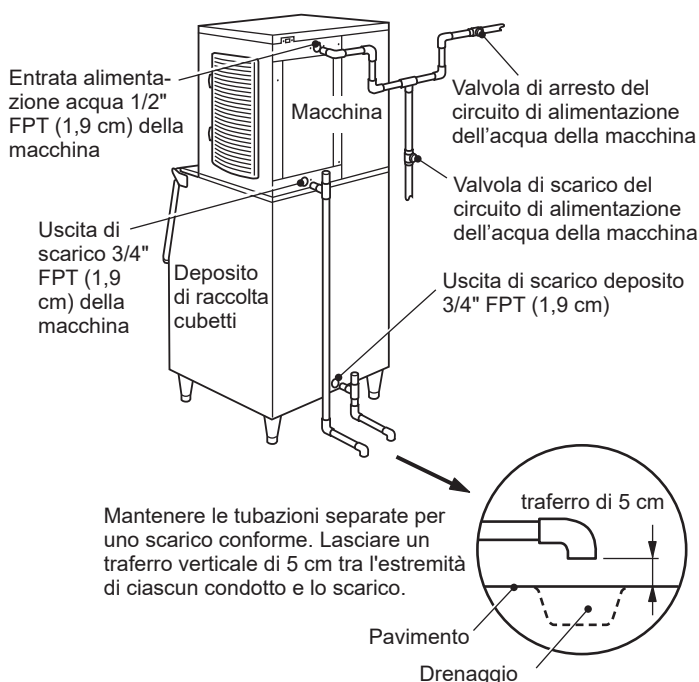

Fig. 7
- \* Per un corretto flusso di drenaggio è necessario un raccordo a T forato. Vedere Fig. 7.
- \* Il circuito di scarico della macchina e il circuito di scarico del deposito di raccolta/distributore devono funzionare separatamente. Vedere Fig. 7.